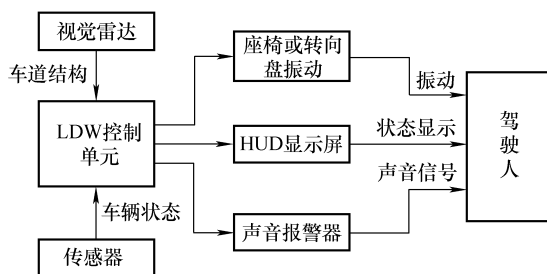

图 1-41 LDW 的组成与工作原理
(1) 定义 LDW (Lane Departure Warning) 是车道偏离警示系统，它是一种通过车内警示音，提醒驾驶人车辆已偏离行驶车道或可能发生碰撞事故的系统，应用于沃尔沃 XC60 和新雅阁等中高级轿车中。
(2) LDW 的组成与工作原理 如图 1-41 所示，LDW 主要由 HUD 显示屏、视觉雷达、LDW 控制单元 (ECU)、传感器等组成。